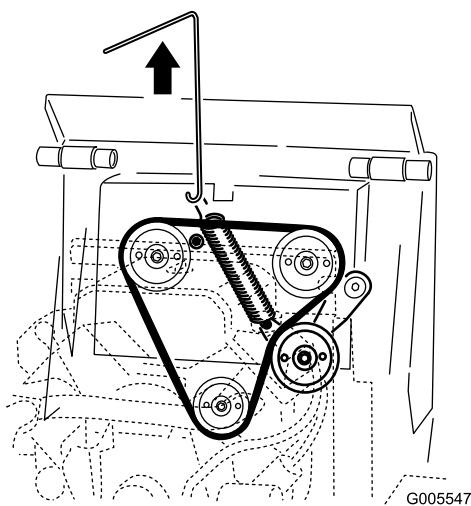

Рисунок 48
5. Снимите ремень привода с трех шкивов (Рисунок 48).